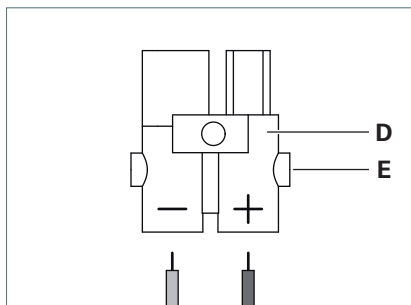

Fig. 4: Configurazione degli attacchi.
- ▶ Allentare le due viti **E** dal connettore **D**, vedi Fig. 4.